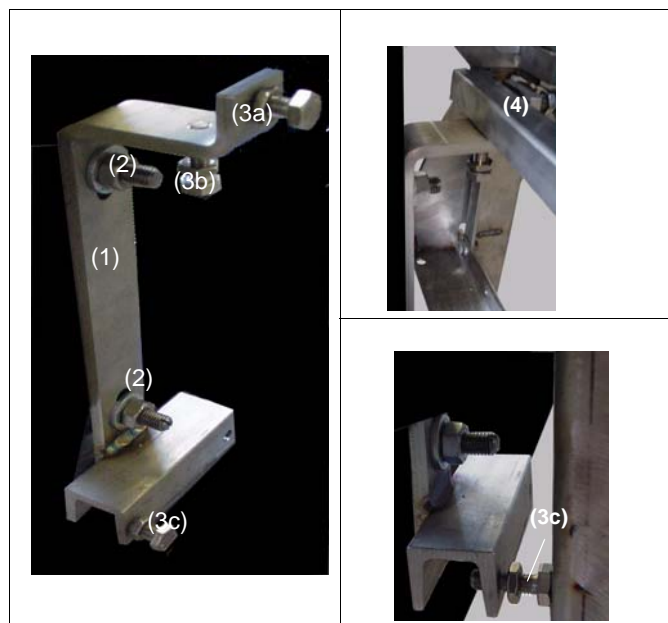

Fig.4 Montaje en la pared
- 2 estribos (1 / Fig.4),
- 4 tornillos con tuercas, arandelas y pasadores (2 / Fig.4) para instalación en la pared, y
- 6 tornillos de nivelación con tuercas (3 / Fig.4).